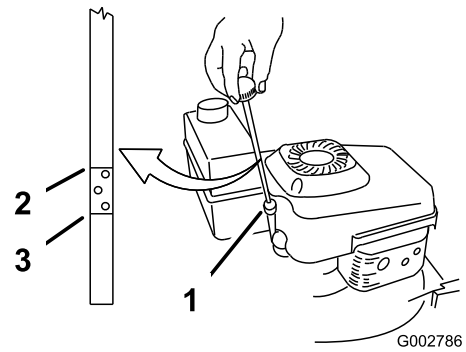

Figura 10
Antes de cada uso, compruebe que el nivel de aceite está entre las marcas Añadir y Lleno de la varilla (Figura 10).
2. Limpie alrededor de la varilla (Figura 10).
6. Retire la varilla y compruebe el nivel de aceite en la misma (Figura 10).